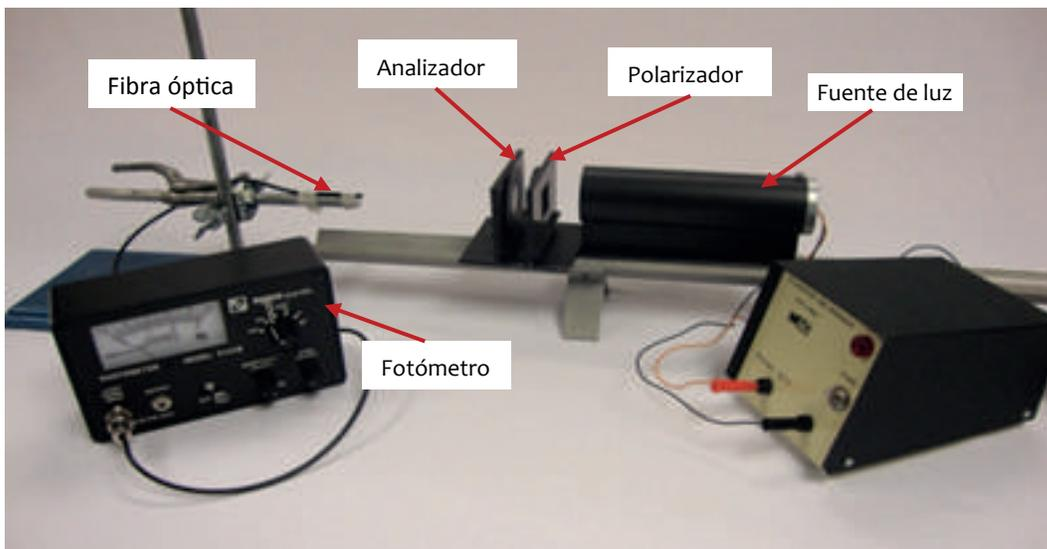

Figura 5.16. Ley de Malus
- v) Retire la pantalla, pegue la fibra óptica del fotómetro en la pinza del soporte universal y colóquelo a 10cm del analizador (cuide que la fibra óptica coincida con el centro de la salida del analizador, figura 5.16).